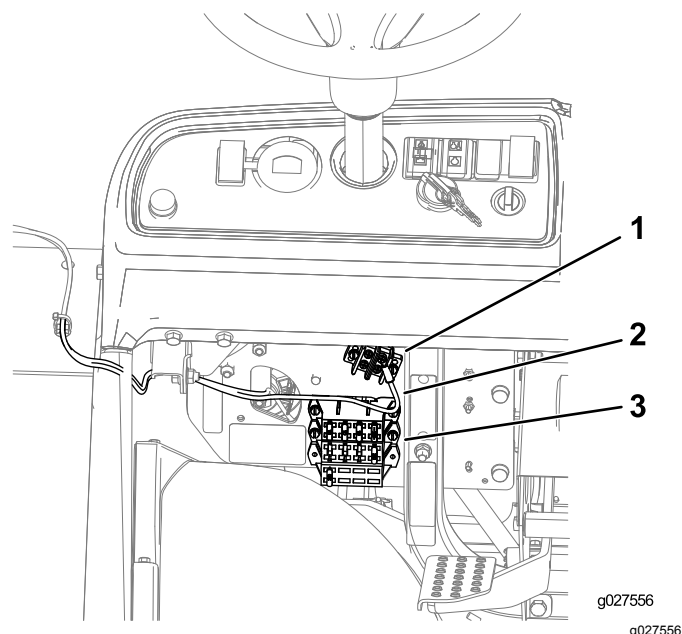

Bild 13
2. **Maschinen des Typs Workman MD, MDX, MDXD:** Schließen Sie den Kabelschuh am Kabelbaum am Erdungsblock an und stecken Sie den Sicherungsblockstecker in einen verfügbaren Sicherungsblockanschluss ein (Bild 13).